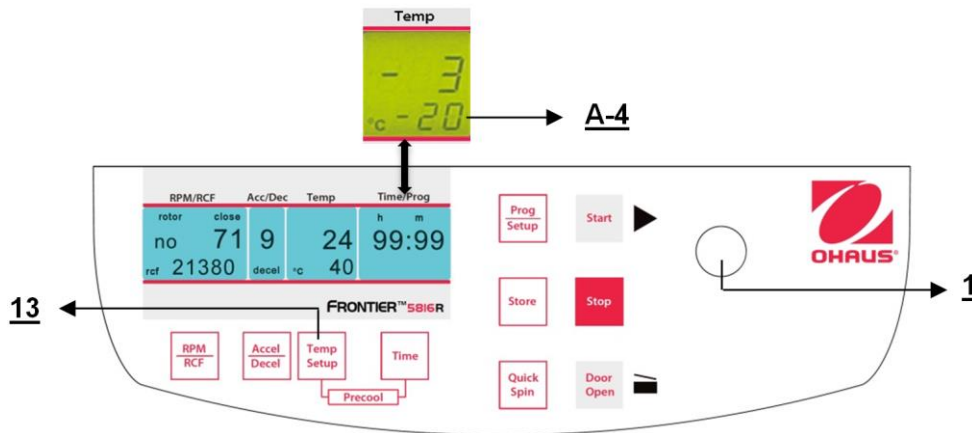

Figura 19
Esta función se activa con el botón **"Temp/Setup"** (13). Después de presionar este botón, en la pantalla **"Time/Prog"** destella la indicación **"°C"** (A-4). Con la perilla (1) puede preseleccionarse la temperatura de prueba deseada en pasos de 1 °C en un rango de -20 °C hasta +40 °C. El valor se indica permanentemente en la pantalla (Figura 19) antes, durante y después de la operación. ¡Observe las mínimas temperaturas respectivas de los rotores a máxima velocidad